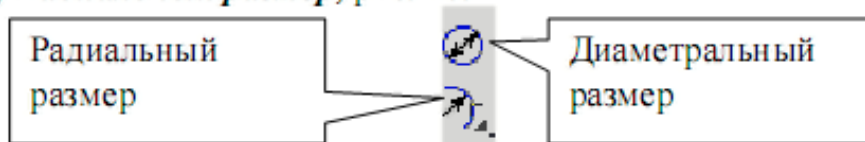
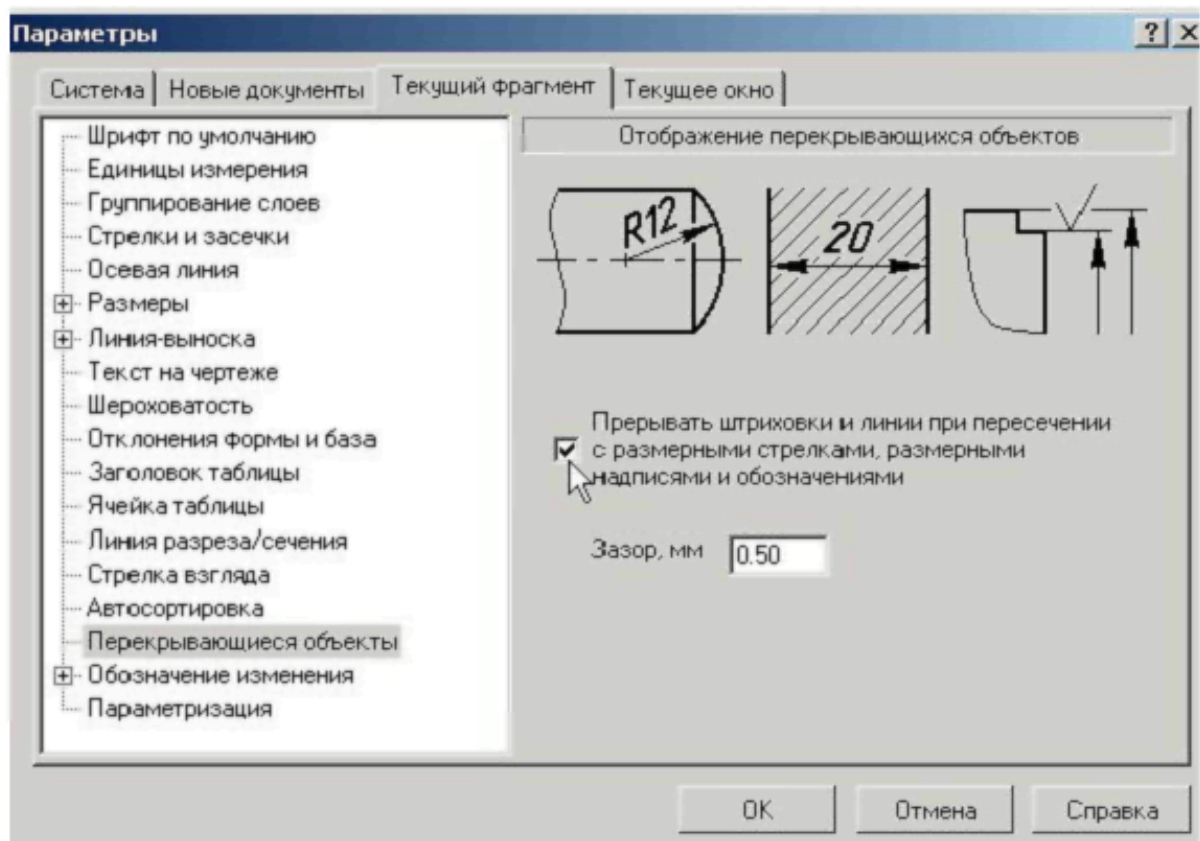

Рис. 47
Рис. 51
2. Для простановки радиальных размеров на панели **Размеры** активизируйте команду **Радиальный размер**, рис. 47.
3. Для простановки диаметральных размеров на панели **Размеры**  активизируйте команду **Диаметральный размер**, рис. 47. При простановке размеров числовые значения и стрелки не должны пересекаться штриховкой и линиями. Для этого необходимо выполнить следующую настройку: **Сервис – Параметры – Текущий фрагмент – Перекрывающиеся объекты**. Поставьте маркер, рис. 51.